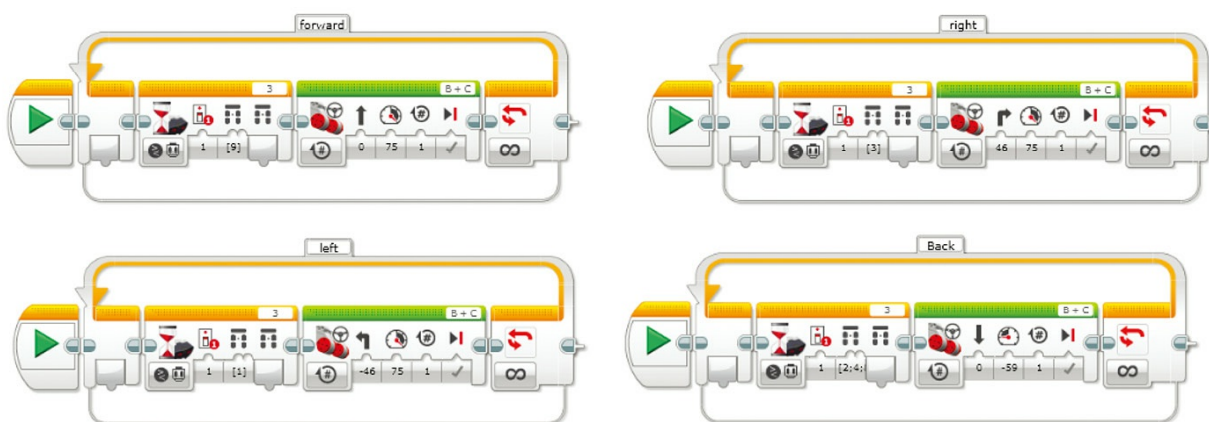

图9.29 你可以看到遥控程序中的所有4个线程
10. 为程序增加向右和向后的线程，然后分别按功能命名它们，这样程序就完成了。你应该得到总共4个循环，如图9.29所示。